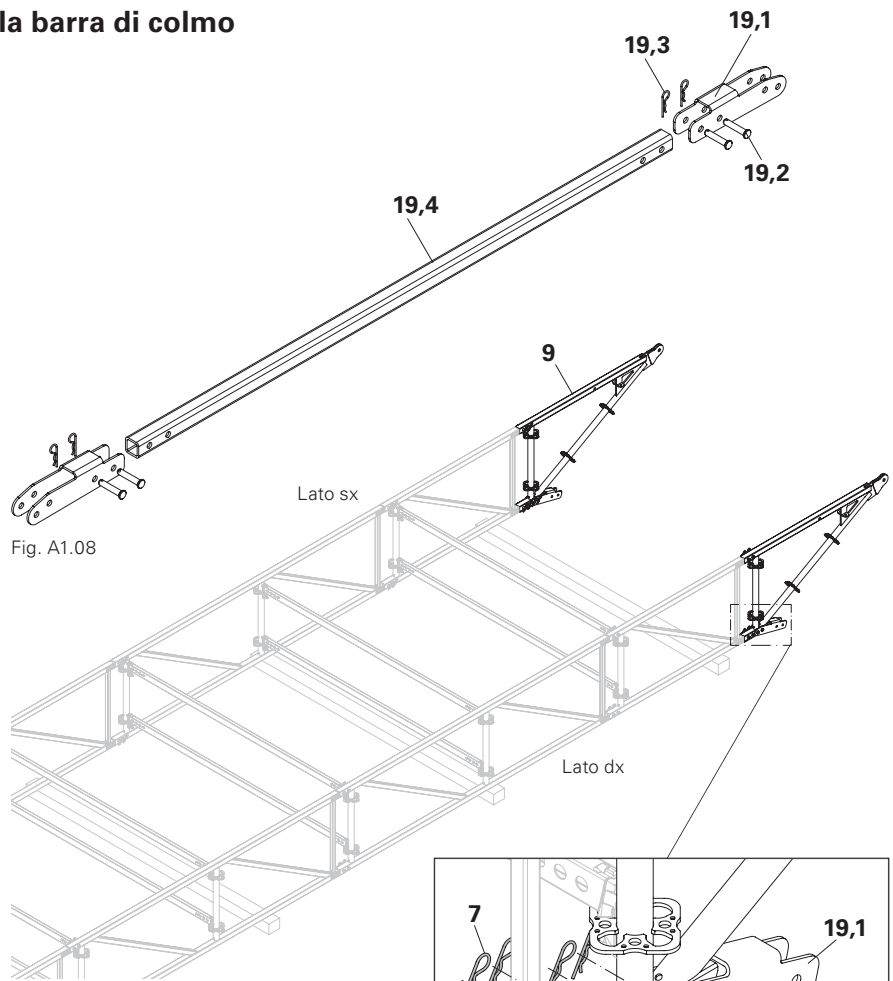

Fig. A1.08
2. Mettere da parte il tubo rettangolare (**19.4**), il bullone (**19.2**) e l'inserto a molla (**19.3**). (Fig. A1.08)